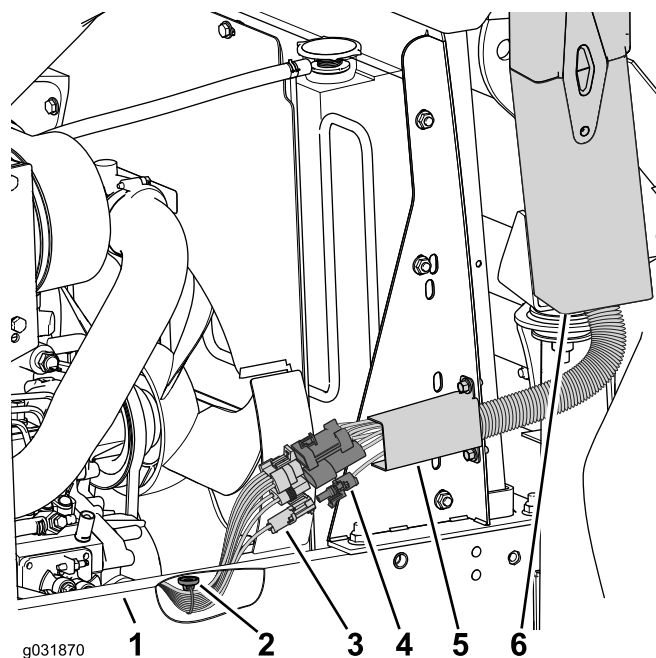

図 58
4. フレームの下側にマグネットマウントをセットする 図 58。
5. 車両からのワイヤハーネスを、キャブのワイヤハーネスに接続する 図 58。